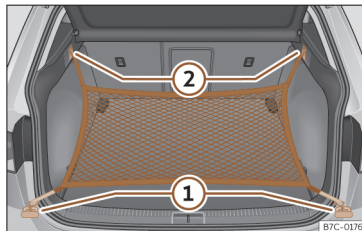

Fig. 166 Dans le coffre à bagages : œillets ① et crochets ② pour accrocher le filet.
- Fixez les crochets courts du filet aux œillets d'amarrage >>> **fig. 166** ① >>> △. La fermeture à glissière du sac doit rester vers le haut.
- Fixez les rubans aux crochets pour accrocher des sacs ②.